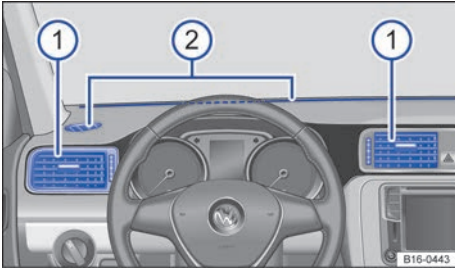

Fig. 107 Difusores de aire en el tablero de instrumentos (lado del conductor).
Las posiciones → fig. 107 ① y ② se encuentran en la misma posición en el lado del acompañante
① Difusores de aire regulables: para abrir y cerrar estos difusores, gire la ruedecilla moleteada (imagen ampliada) en la dirección deseada. Cuando la marca de la ruedecilla se encuentra en la posición ► o ▲, el difusor en cuestión está cerrado. Con la pestaña de la rejilla del difusor, ajuste la dirección en la que desee que salga el aire.
② Difusores de aire no regulables